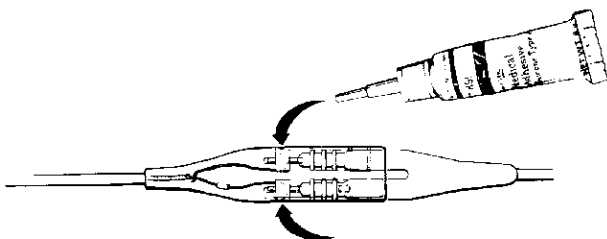

Figura 3. Aplique cola médica nos dois orifícios dos parafusos de fixação.
7. Monte a ponta de aplicação no tubo de cola médica. Encha e cubra os dois orifícios dos parafusos de fixação com cola médica (ver Figura 3).